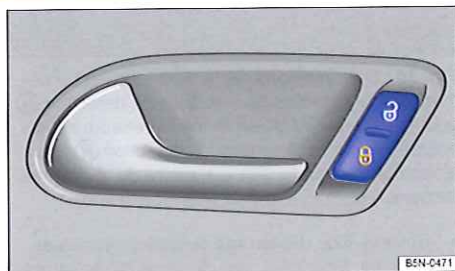

Fig. 28 Dans la porte du conducteur : touche de verrouillage centralisé.
Le cas échéant, le véhicule se verrouille automatiquement à partir d'une vitesse de 15 km/h (10 mph) ⇒ page 29. Lorsque le véhicule est verrouillé, le témoin de contrôle ⑧ intégré à la touche de verrouillage centralisé s'allume ⇒ fig. 28 en jaune.
Si vous actionnez plusieurs fois de suite et en l'espace d'un court instant les touches intégrées à la clé du véhicule => fig. 26 ou => fig. 27 ou l'une des touches de verrouillage centralisé => fig. 28, le verrouillage centralisé se désactive
Appuyez sur la touche ⇒ fig. 28 :
- Le témoin de contrôle Ø intégré à la touche s'allume en jaune ⇒ fig. 28 lorsque toutes les portes sont fermées et verrouillées.
Si vous arrêtez le véhicule et que vous retirez la clé lorsque le déverrouillage automatique est activé ⇒ page 53 ou que vous appuyez sur la touche Ø ⇒ fig. 28, le véhicule se déverrouille.